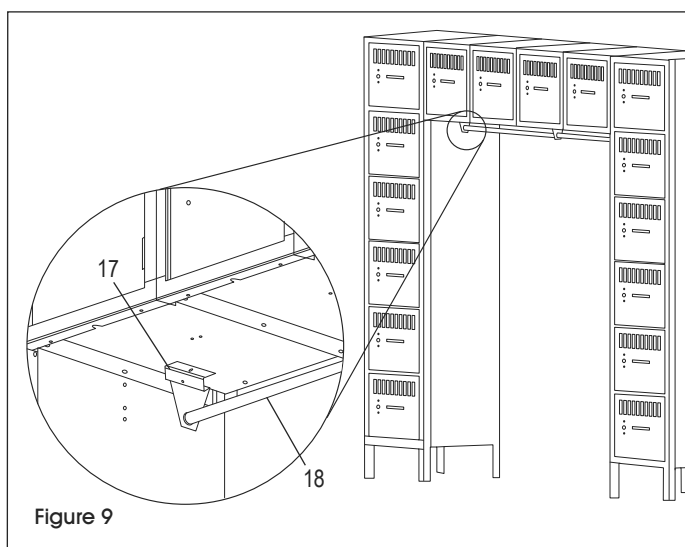

Figure 9
3. Glissez les supports de la tringle à manteau (16) par-dessus la tringle à manteau (17). Fixez, de gauche à droite, les supports de la tringle à manteau au bas du cadre horizontal de l'unité à l'aide de boulons. (Voir Figure 9)